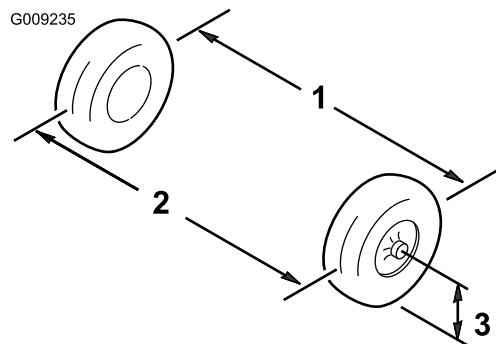

Figura 57
1. Misurate la distanza tra i pneumatici anteriori all'altezza dell'assale, davanti e dietro le ruote (Figura 57).